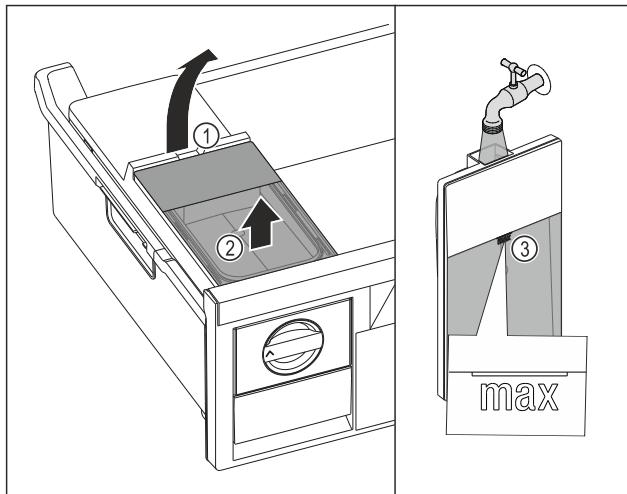

Fig. 76
- Поднимите бак для воды за выемку Fig. 76 (1).
- Извлеките бак для воды движением вверх. Fig. 76 (2)
- Наполните бак для воды питьевой водой до отметки Fig. 76 (3).